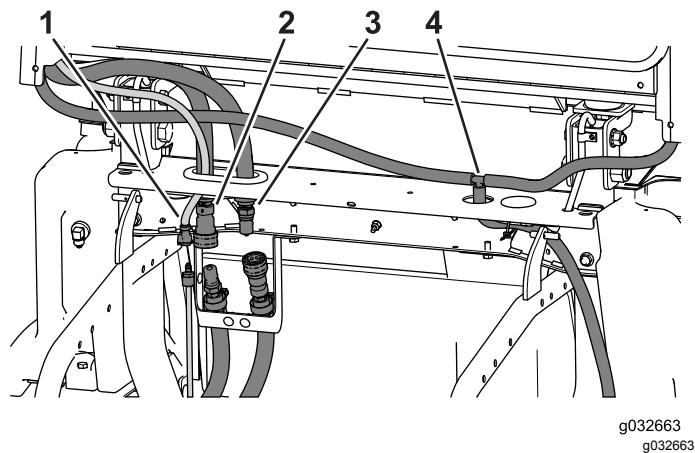

Figura 73
- Enrute el tubo del lavaparabrisas, la manguera de alimentación del calentador, y las mangueras de retorno del calentador a través del anillo de goma (Figura 73).
- Enrute la manguera de vaciado hacia abajo, a través del anillo de goma y hacia abajo por el tubo inferior del ROPS (Figura 73).